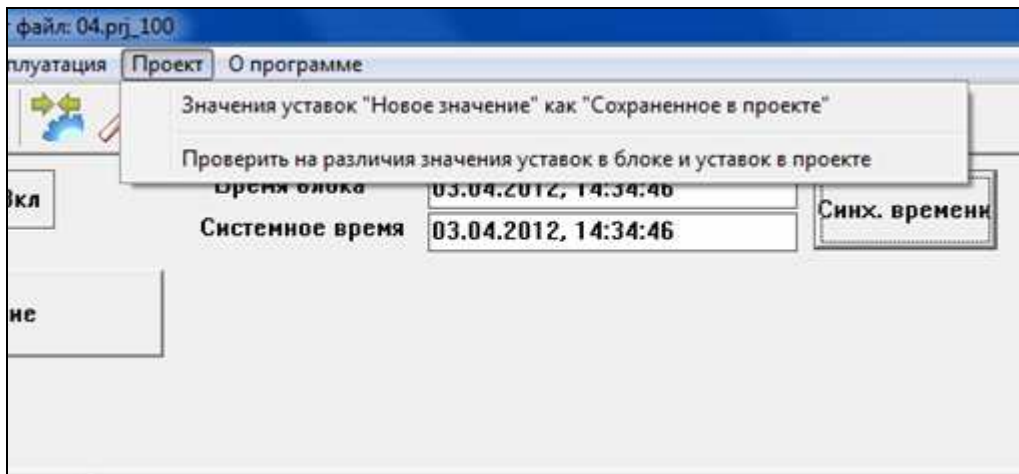

Рисунок 28
3.1.2.6 Пункт «Проект» главного меню (рисунок 28) содержит подпункты: